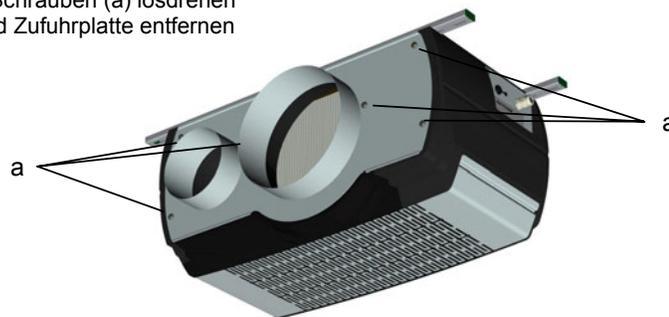
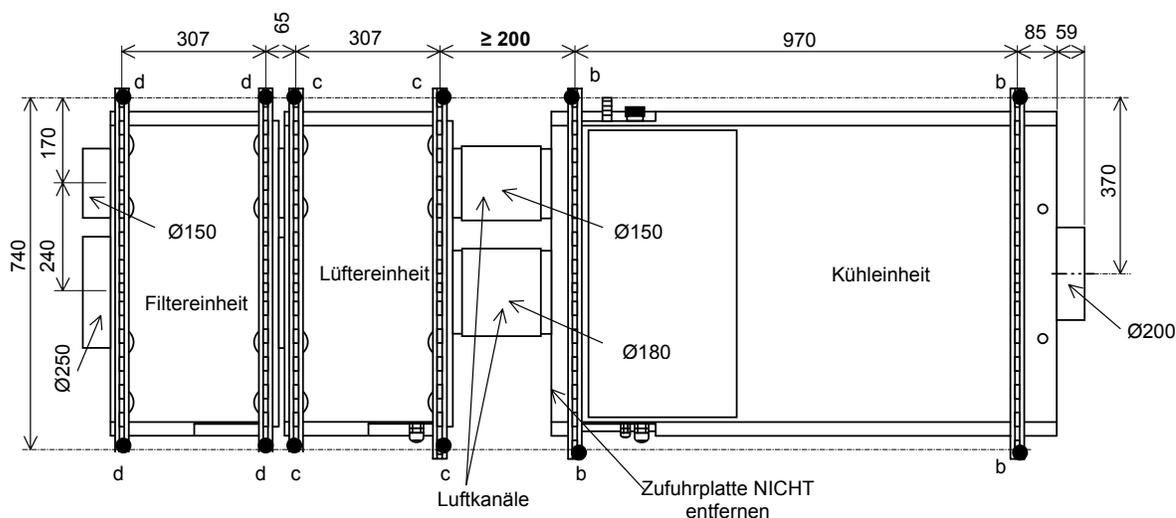

Abbildung 5.11: kompakte Aufstellung mit extra Filtereinheit. Entfernen Sie die Zufuhrplatte der Kühler- und Lüftereinheit.
Abbildung 5.12: Ausführung mit der optionalen Filtereinheit und mit Kanälen zwischen der Lüfter- und der Kühleinheit.
5. Drehen Sie die 6 Schrauben der Lüftereinheit los (a) und entfernen Sie die Zufuhrplatte siehe Abbildung 5.11
! Die Zufuhrplatten nicht entfernen! Nur wenn die optionale Filtereinheit zur Anwendung kommt, muss die Zufuhrplatte der Lüftereinheit entfernt werden. Die Filtereinheit wird direkt an den Lüfter montiert, siehe auch Abbildung 5.11 um die Zufuhrplatte zu entfernen, und Abbildung 5.12 für die Aufstellung.
Für die Aufstellung des Geräts mit Kanälen zwischen der Kühleinheit und der Lüftereinheit siehe Abbildung 5.12.
3. Drehen Sie die 6 Schrauben von der Lüftereinheit (a) los, siehe Abbildung 5.11.